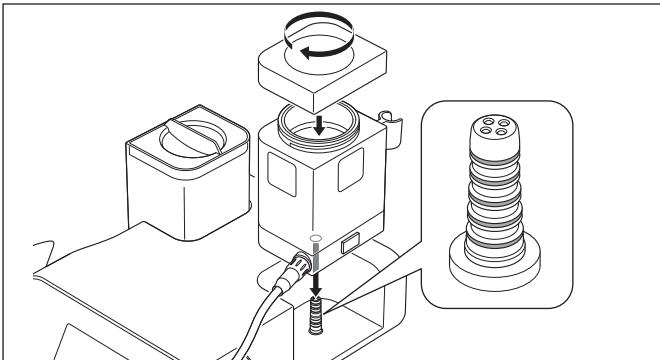
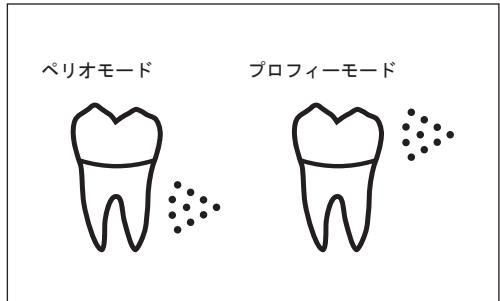

図27
図28
- 2) チャンバーにぴったり合うようにチャンバー用ふたをしっかりと閉め、コントロールユニットにまっすぐ挿し込みます（図27）。パワーモード表示には装着されたチャンバーの種類がアイコンで表示されます（図28）。
- チャンバーをコントロールユニットに挿し込む前に、チャンバー接続部のOリングが損傷、切れてないか確認してください（図27）。作動不良や故障の原因になります。